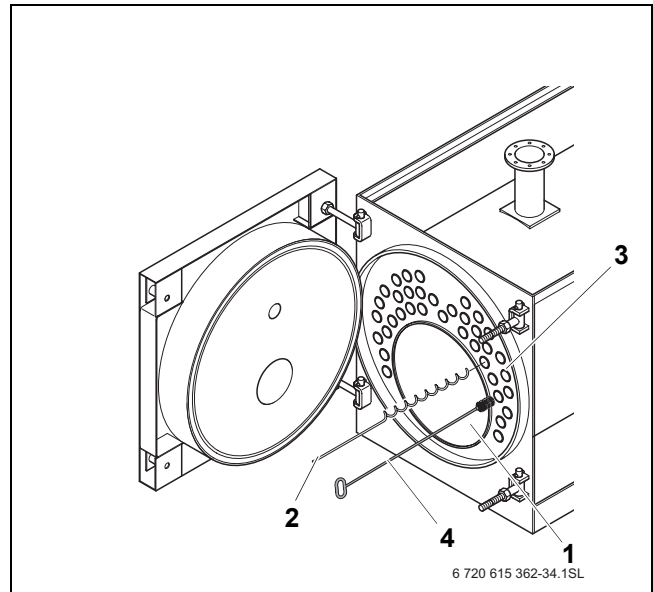

fig. 34 Limpar as superfícies de aquecimento
- Retirar os resíduos de combustão soltos da câmara de combustão (→ fig. 34, página 42), dos bocais de gás de aquecimento, assim como do colector de gases queimados [1].